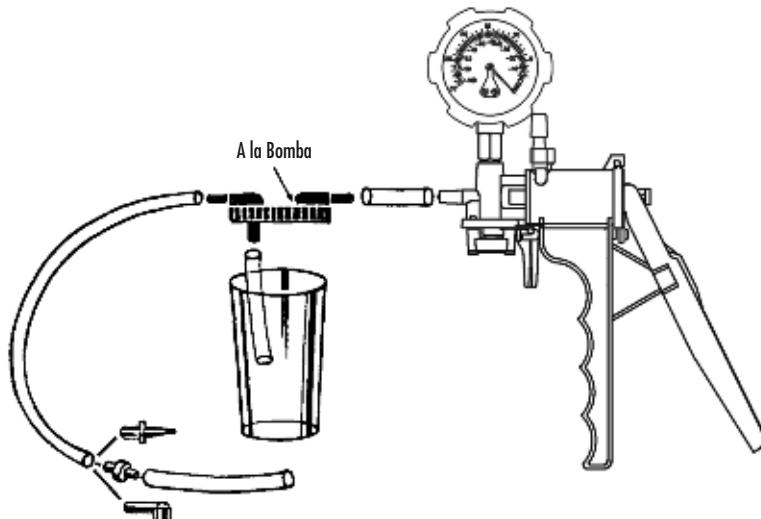

FIGURA 15: JUEGO DE PURGA DEL FRENO
3) Introduzca deslizando 1½" de tubo entre la bomba y la tapa del vaso del depósito, en el orificio marcado "TO PUMP" (a la bomba) (FIGURA 15).